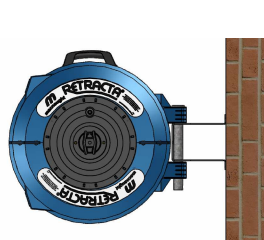
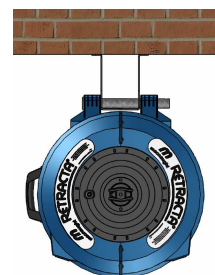

Fig.1 BU100 - Mur
Fig.2 BU100 - Aérien
- B) Le support de montage BU100 (fourni) permet le montage mural de l'enrouleur jusqu'à une hauteur de 1,8 m ou un montage au plafond jusqu'à 4,5 m (voir figures 1 et 2). Ce support permet à l'enrouleur de pivoter dans le sens de son utilisation. Afin d'éviter que l'enrouleur ne pivote en position plafond (figure 2) uniquement installer le support de verrouillage RB9 (fourni).